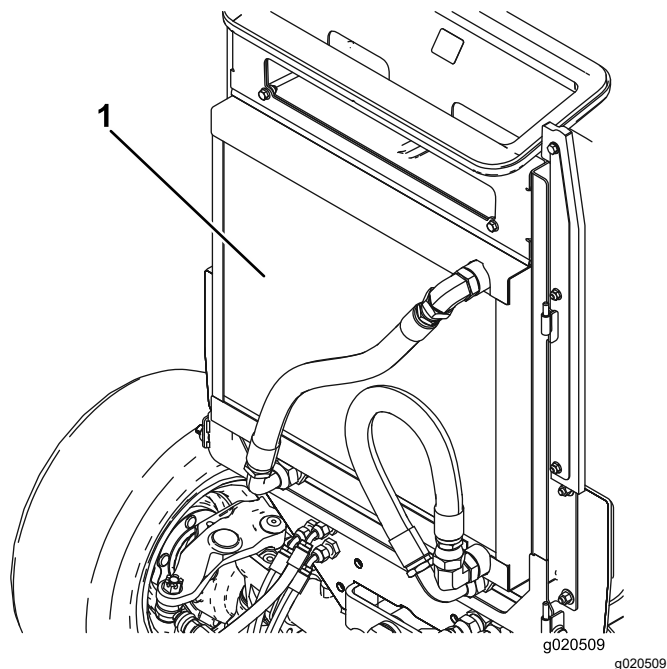

图 77
4. 用压缩空气彻底清洁油冷却器两侧/散热器区域 (图 77)。从前面开始将杂物向背面吹出。然后从背面清洁再向前面吹。重复此程序数次直至所有草屑和杂物都被清除。